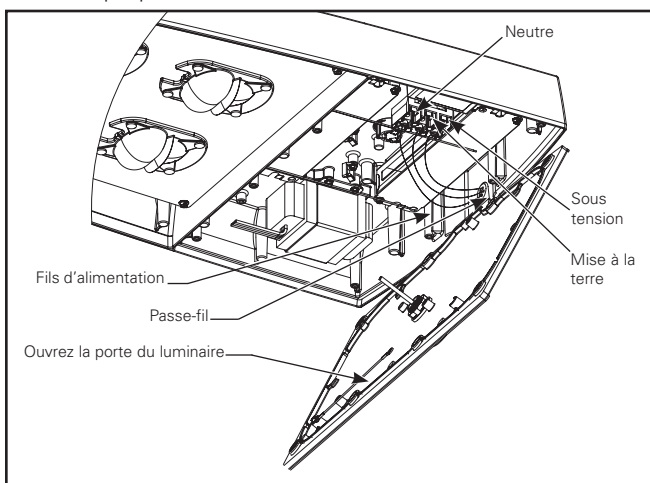

Figure 8.
3. Ouvrez la porte du luminaire en desserrant les huit (8) vis à tête cruciforme (ou les vis à serrage à main, le cas échéant) de la porte, comme montré à la Figure 8.
4. Retirez le passe-fil sur les fils du luminaire situés à l'arrière du luminaire comme montré à la Figure 8. Une fois retiré, le luminaire ne possède plus son indice de protection.